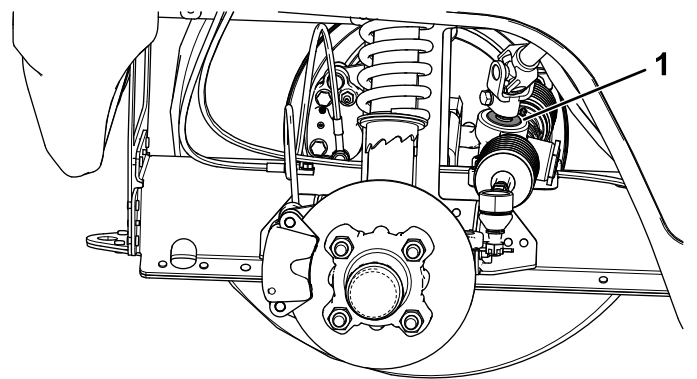

Figura 52
**Importante:** Inspeccione la condición y la integridad del retén del eje del piñón (Figura 52).